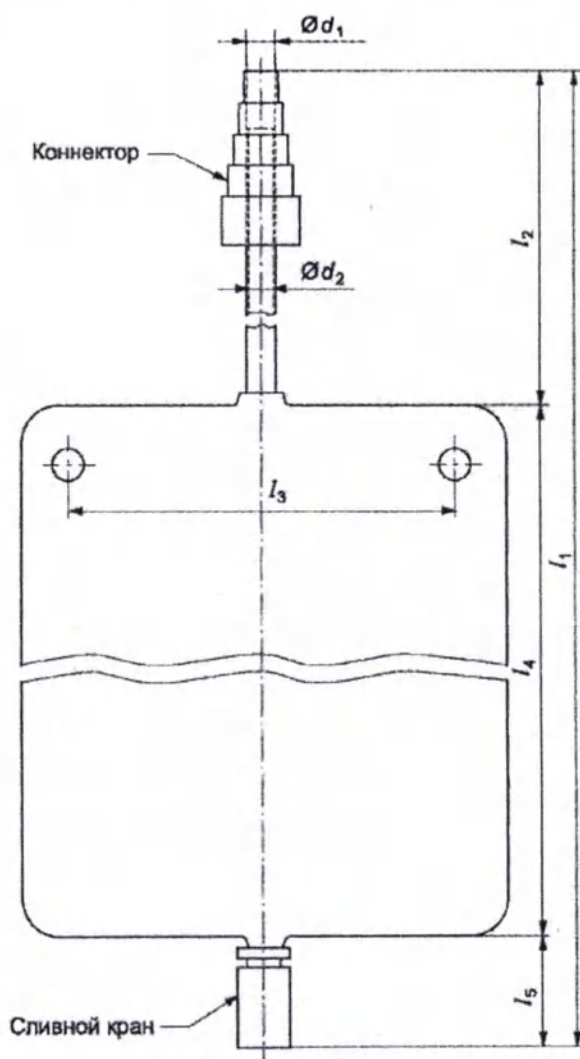

Рисунок 21 - Габаритные размеры изделия
2.3 Габаритные размеры мочеприемников должны соответствовать приведенным на рис. 21 и таблице 2, 3.